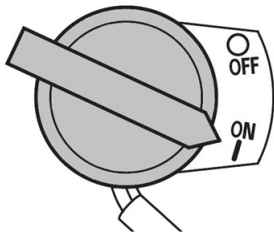

Рис. 17 Выключатель зажигания
5. Выключатель зажигания переведите в положение «ON» (Включено) (Рис. 17).
При возникновении аварийной ситуации, для экстренной остановки мотоблока переведите выключатель зажигания в положение «OFF» (Выключено) (Рис. 17).
2. Переведите выключатель зажигания в положение «OFF» (Выключено) (Рис. 17).